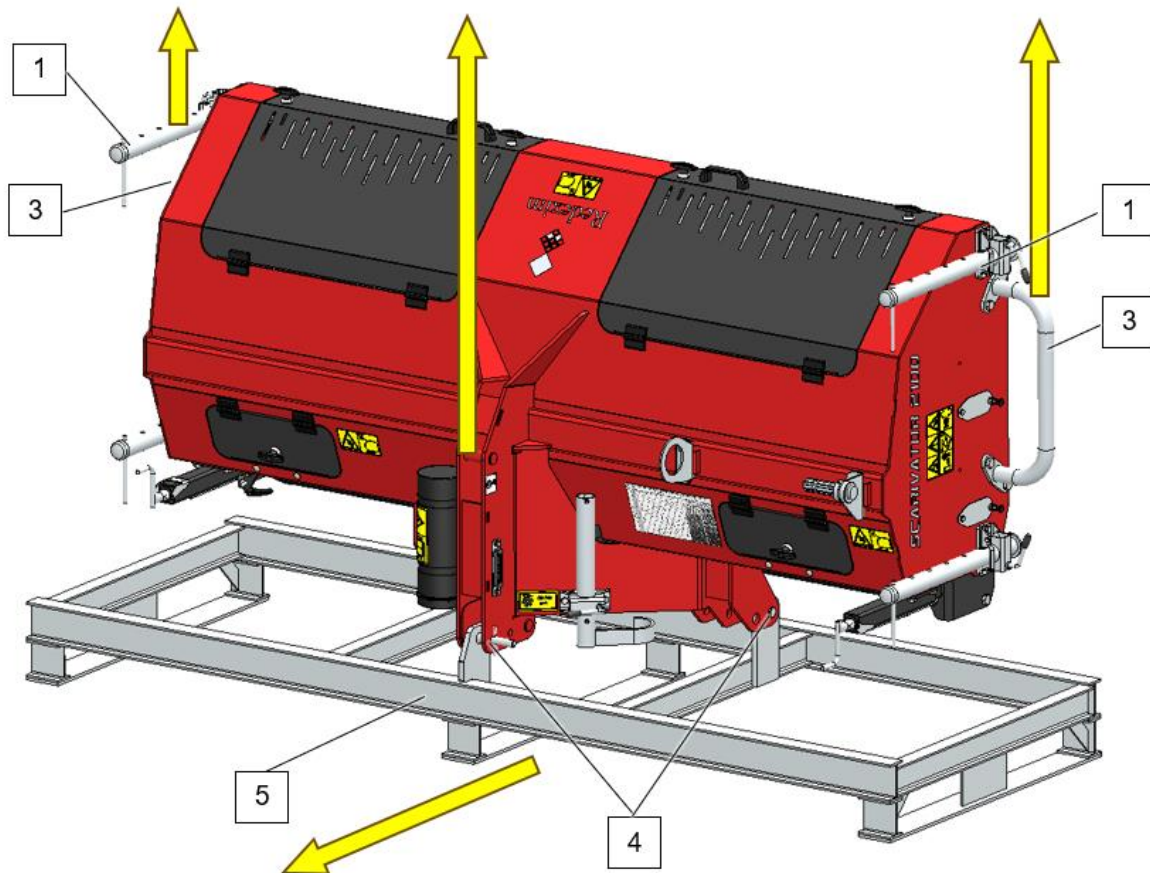
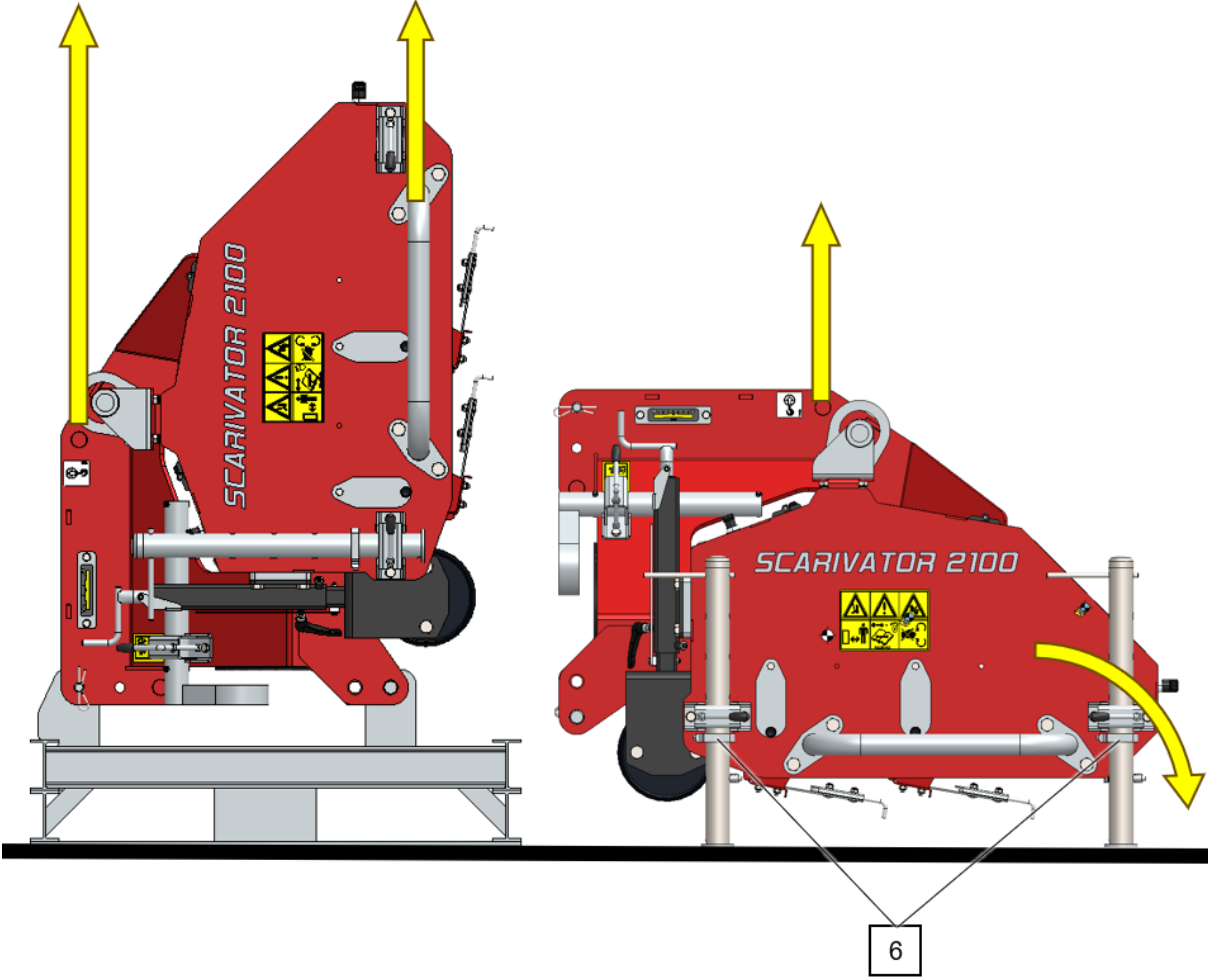

Fig. 2
Fig. 3
De machine dient als volgt gereed gemaakt te worden voor gebruik (zie Fig. 2 en Fig. 3).
1. Haal de twee achterste steunpoten (1) uit de steunpootklemmen en leg deze op een veilige afstand weg van de machine.
2. Bevestig één kabel aan het hijspunt (2) en twee kabels aan de afstandsbeugels (3).
4. Maak de pallet (5) los door de pennen (4) te verwijderen.
6. Laat de machine langzaam zakken en kantel deze totdat de machine in zijn horizontale werkpositie hangt (Fig. 3).
7. Monteer de twee achterste steunpoten (1) terug in de steunpootklemmen.
8. Stel de vier steunpoten op gelijke hoogte af zodat alleen deze op de ondergrond rusten en plaats de borgpennen (6) terug onder de klemmen.